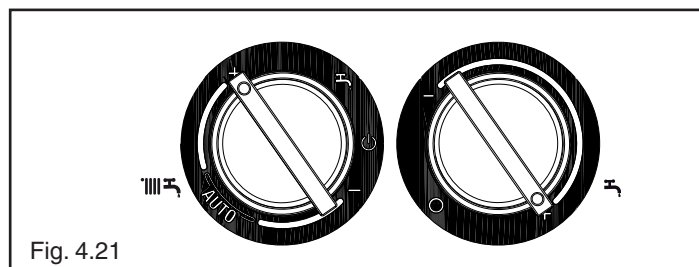

Fig. 4.21
- portare il selettore temperatura acqua riscaldamento al valore massimo, selettore in corrispondenza del + (Fig. 4.21)
- portare il selettore temperatura acqua riscaldamento al valore massimo, selettore sul simbolo + (Fig. 4.21)